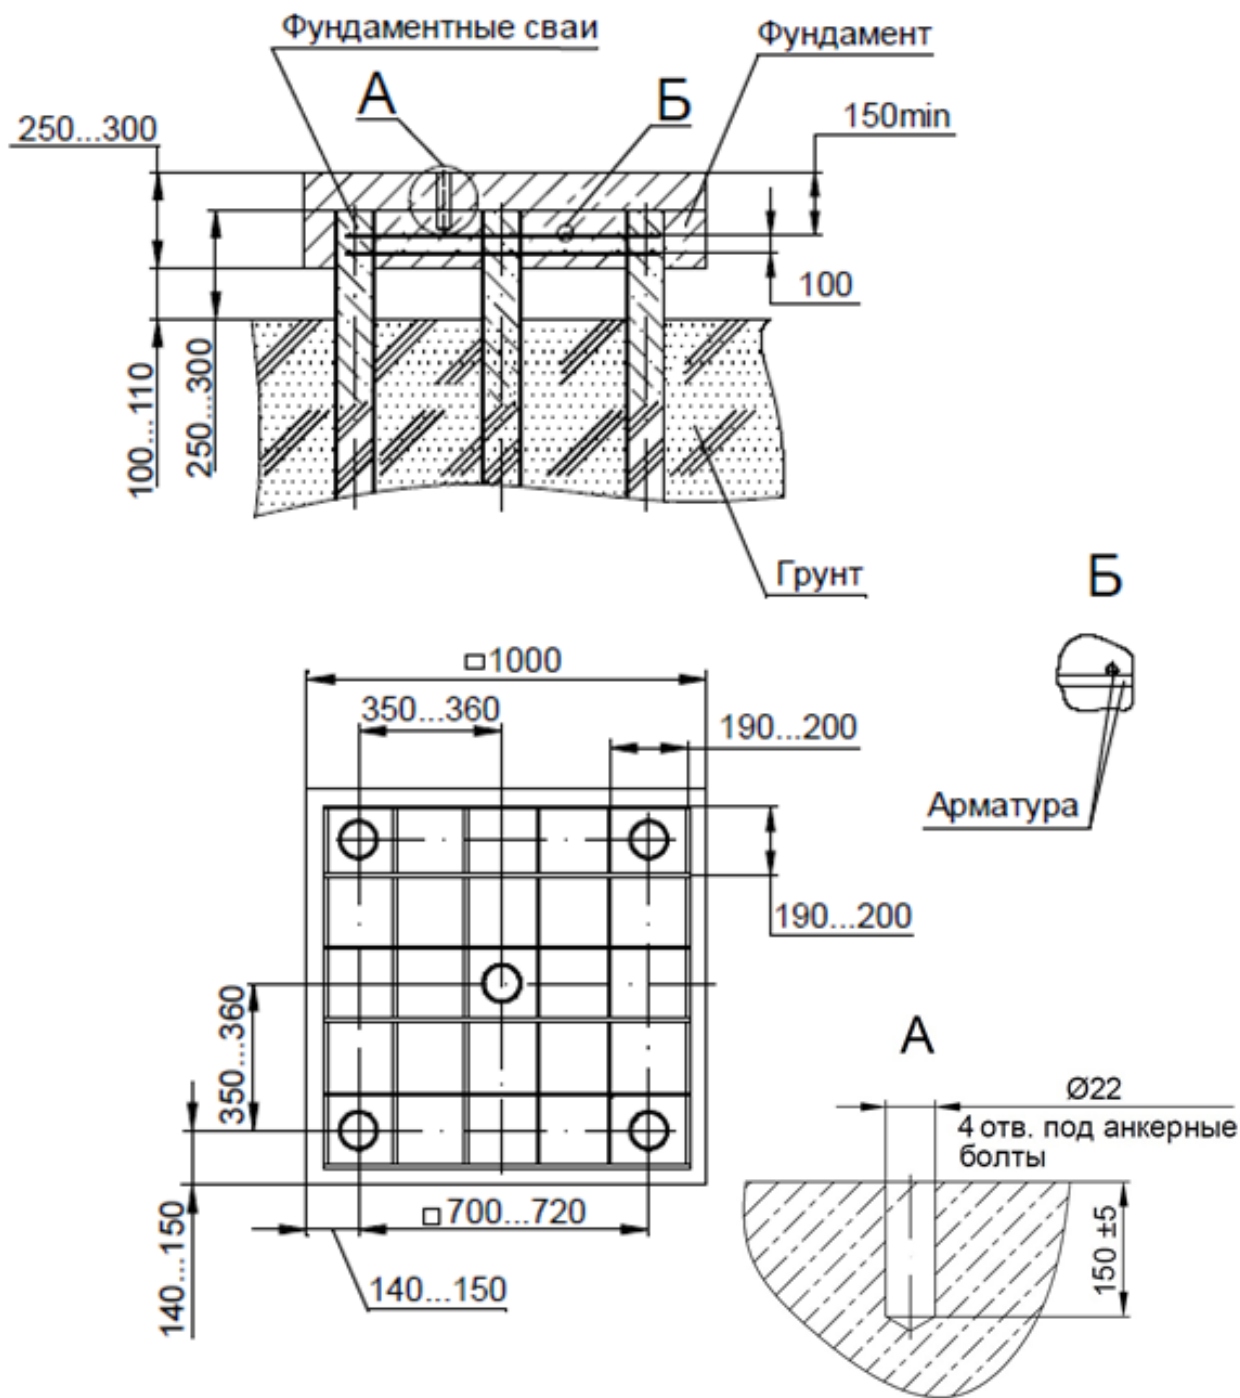

Рисунок 2.3 – Рекомендуемый вид фундамента для установки прибора на промерзающем грунте (в условиях вечной мерзлоты)
- выполнить разметку свайного поля (рисунок 2.3). Использовать пять свай длиной не менее 2,5 м (стальные трубы диаметром от 110 мм и толщиной стенки не менее 6 мм, допускается использовать трубы стальные прямоугольные размером не менее 100 x 50 x 6 мм или железобетонные сваи прямоугольной или трапецеидальной формы с площадью поперечного сечения порядка 130 ... 150 см). Сваи забивают в грунт, при этом верх всех свай должен быть приблизительно на одном уровне и быть выше уровня земли на 25 ... 30 см. Заостренный конец свай и стальной башмак на обратной стороне облегчает погружение свай в грунт. Погружают сваи в грунт при помощи сваезабивных агрегатов. Для облегчения забивки свай допускается пробурить в грунте предварительное отверстие диаметром на 3...5 см меньше диаметра трубы (сваи);